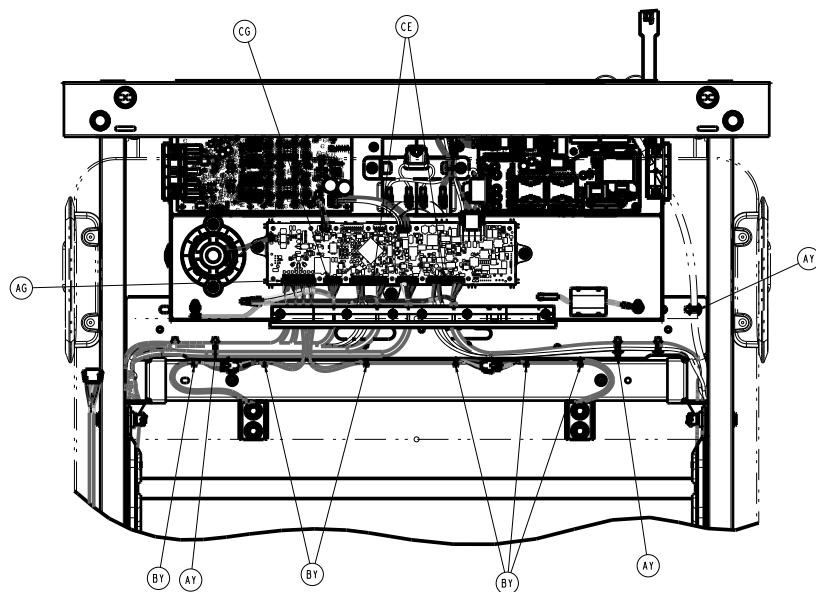

Figure 22 – Retrait du câble
13. À l'aide d'un coupe-fil, couper le serre-câble (AY) qui fixe le câble de la barrière dans le boîtier électrique. Jeter les serre-câbles coupés (Figure 22).
13. À l'aide d'un coupe-fil, couper les deux serre-câbles (AY) qui fixent le câble de la barrière dans le boîtier électrique. Jeter les serre-câbles coupés (Figure 22).